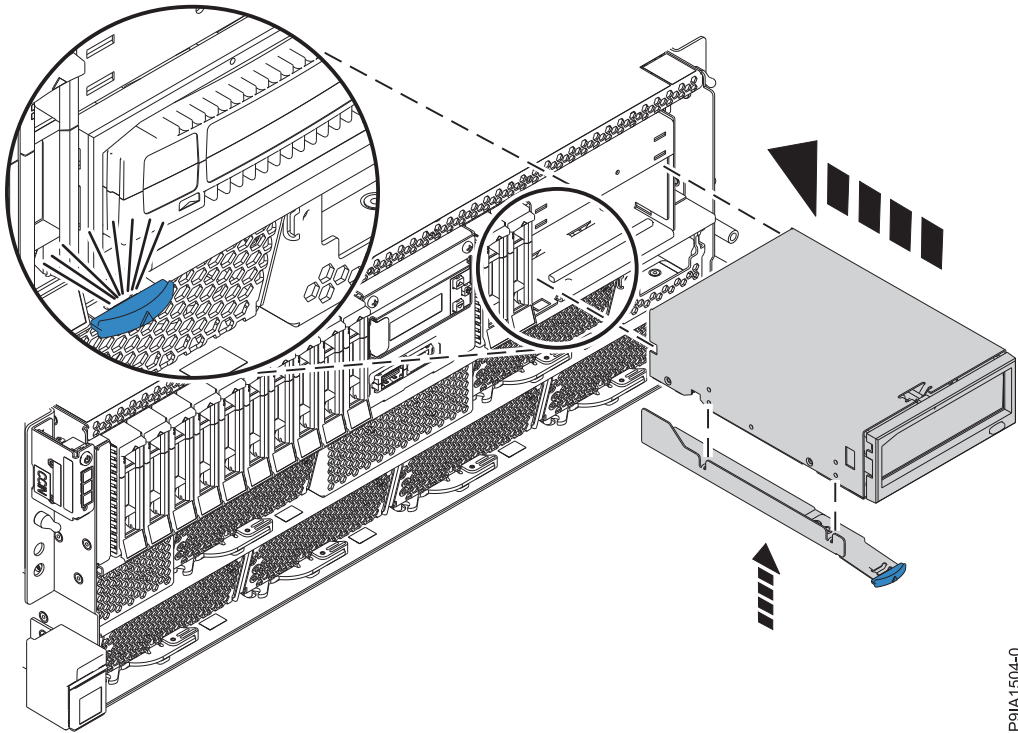
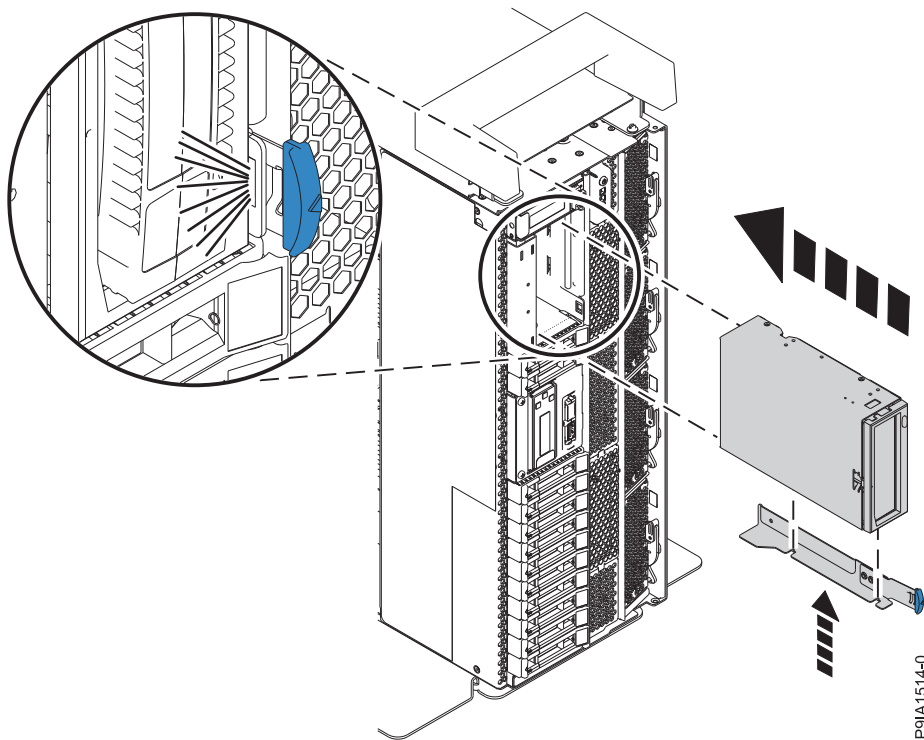

Abbildung 6. Interne RDX-Andockstation bei einem Einschubsystem austauschen
Abbildung 7. Interne RDX-Andockstation bei einem Standalone-System austauschen
8. Schieben Sie die interne RDX-Andockstation so weit in das System, bis sie einrastet (siehe Abb. 6 auf Seite 10 oder Abb. 7 auf Seite 10).